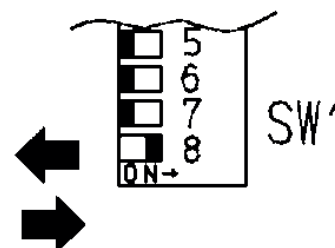

Fig. 5
12. Spostare l'interruttore nr.8 della bancata SW1 in posizione 'OFF' e poi di nuovo in posizione 'ON' (Fig.5).